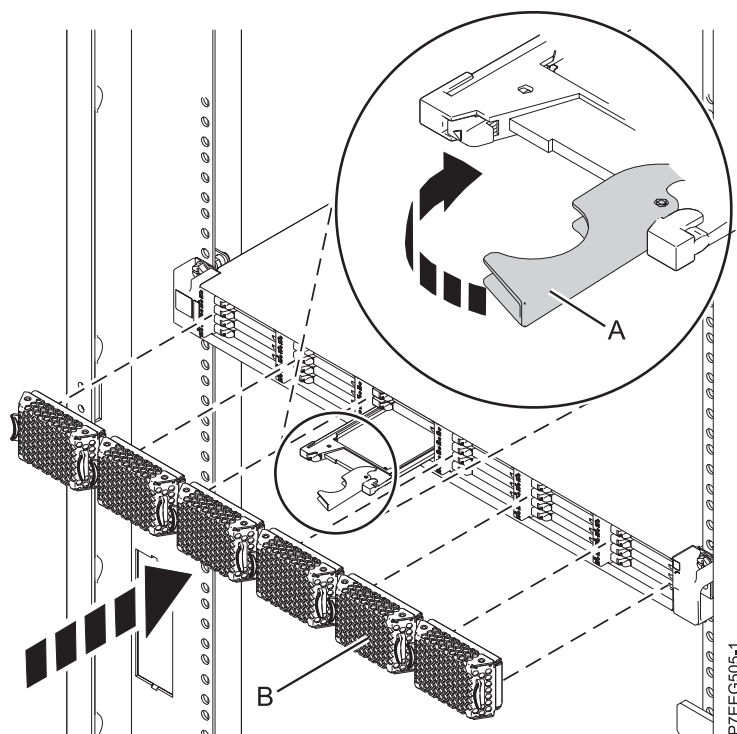

Figura 44. Sustitución de una unidad de estado sólido en Alojamiento de almacenamiento PCIe de EDR1.
3. Gire el asa (A) hasta la posición de bloqueo, como se muestra en Figura 44.
4. Instale la placa frontal (B).